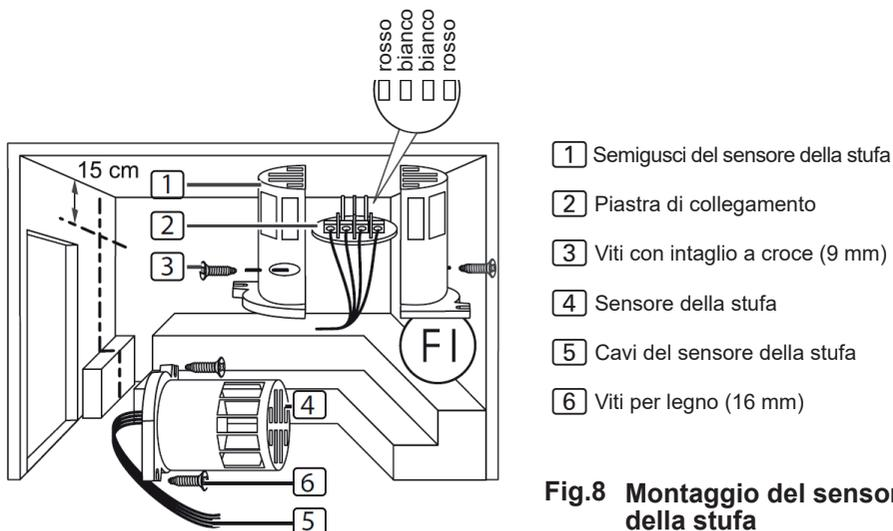

Fig.8 Montaggio del sensore della stufa
Per il montaggio del sensore della stufa eseguire i seguenti passaggi (vedi **Fig.8**):
3. Collegare i 4 pin del cavo del sensore della stufa [5] conformemente alla **Fig.8**.
4. Posizionare la piastra di collegamento [2] in senso trasversale (come indicato nella **Fig.8**) nei semigusci del sensore.